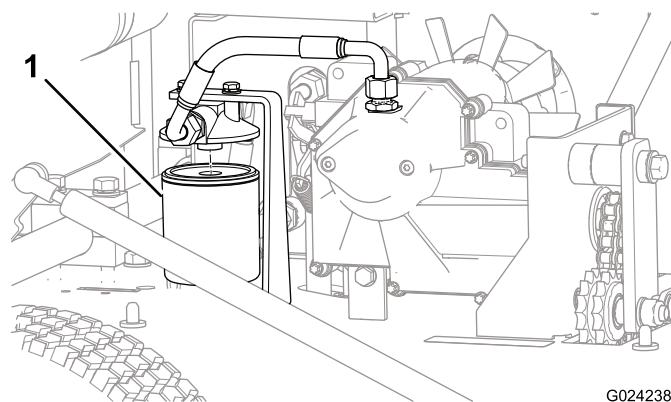

Bild 33
5. Stellen Sie eine Auffangwanne unter den Filter und entfernen den Filter (Bild 33).